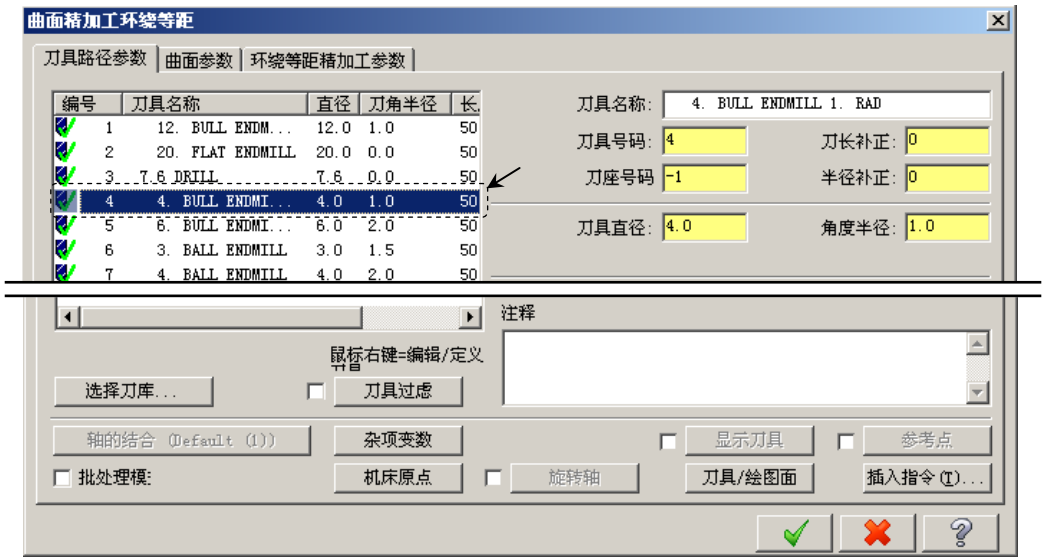

图 20.45 “刀具路径参数”选项卡
Step3. 选择刀具。在“曲面精加工环绕等距”对话框中，取消选中 ☐ 刀具过虑 复选框，选择图 20.45 所示的刀具。